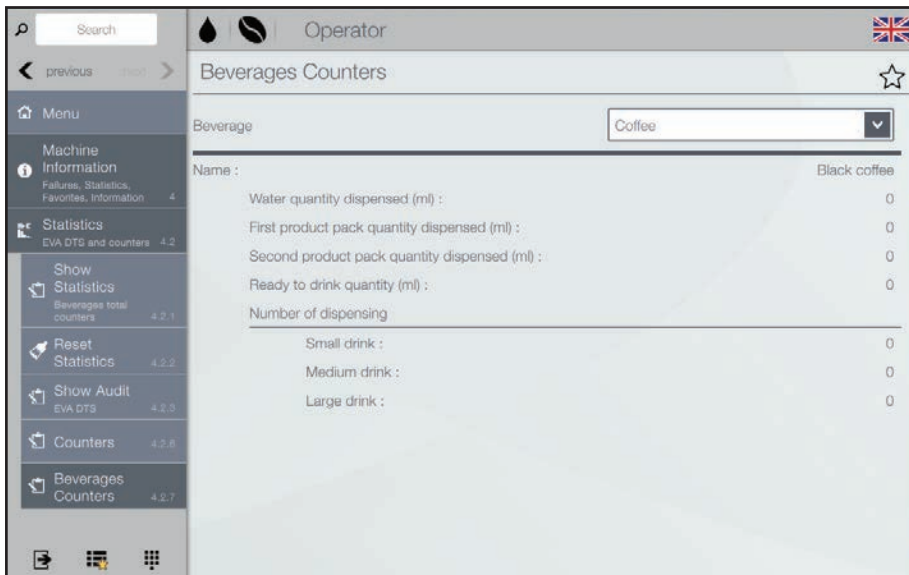

Fig. 6.15- Drikkevaretællere
- Tryk på rullemenuen "Drikkevarer" for at vælge den ønskede drikkevarer (fig. 6.15).